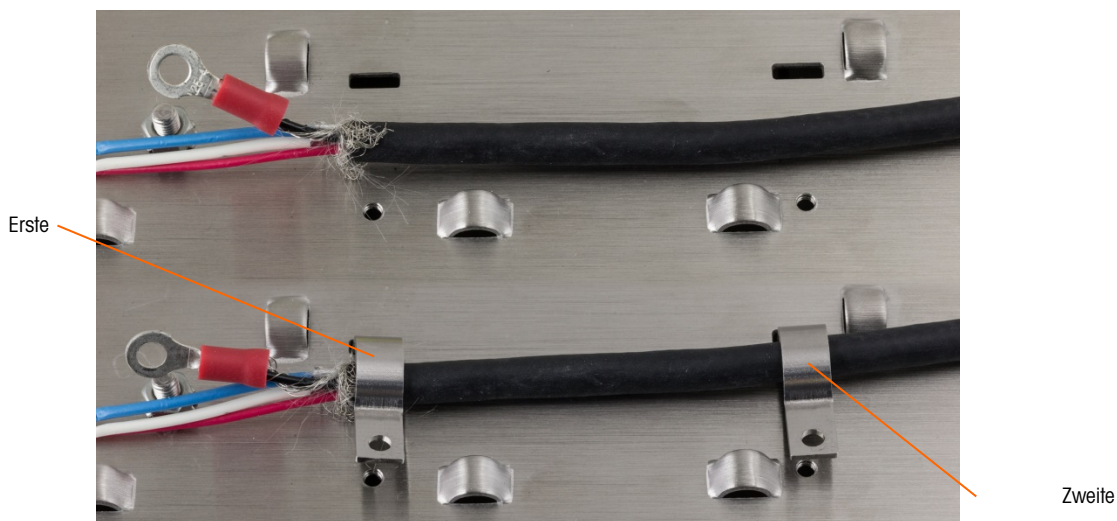

Abbildung 2-82: Befestigung des PowerMount-Kabels – Frontplattengehäuse
14. Legen Sie das Kabel so hin, dass Sie es mit den Kabelschellen befestigen können (siehe Abbildung 2-82). Die nach hinten gelegten Litzen des Schirmgeflechts müssen sich unter der ersten Kabelschelle befinden, um eine Erdungsverbinding zum Terminalgehäuse herzustellen.